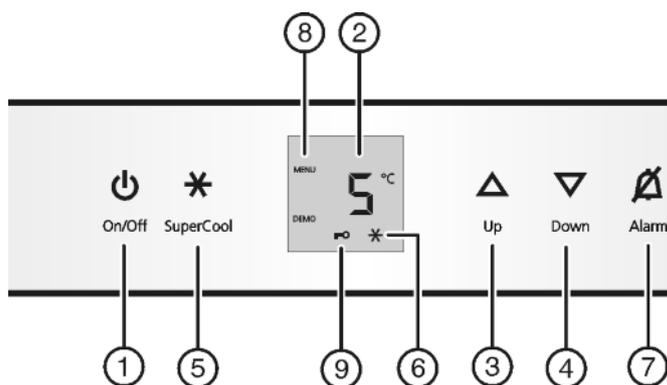

Fig. 2
- ▶ Taste On/Off Fig. 2 (1) drücken.
- ▶ Einstellmodus aktivieren: Taste SuperCool *Fig. 2 (5)* ca. 5 s drücken.
- ▷ Das Symbol Menu *Fig. 2 (8)* leuchtet.
- ▶ Die Taste SuperCool *Fig. 2 (5)* kurz drücken, um zu bestätigen.
- ▶ Zum Einschalten der Kindersicherung Taste SuperCool *Fig. 2 (5)* kurz drücken.
- ▷ Das Symbol Kindersicherung *Fig. 2 (9)* leuchtet. In der Anzeige blinkt **c**.
- ▶ Zum ausschalten der Kindersicherung Taste SuperCool *Fig. 2 (5)* kurz drücken.
- ▷ Das Symbol Kindersicherung *Fig. 2 (9)* erlischt. In der Anzeige blinkt **c**.
- ▶ Einstellmodus deaktivieren: Taste On/Off *Fig. 2 (1)* drücken.
- ▶ Taste Alarm *Fig. 2 (7)* drücken.
- ▶ Temperatur wärmer einstellen: Einstelltaste Up *Fig. 2 (3)* drücken.
- ▶ Temperatur kälter einstellen: Einstelltaste Down *Fig. 2 (4)* drücken.
- ▶ Taste SuperCool *Fig. 2 (5)* kurz drücken.
- ▷ Das Symbol SuperCool *Fig. 2 (6)* leuchtet in der Anzeige.
- ▷ Das Symbol SuperCool *Fig. 2 (6)* erlischt in der Anzeige.